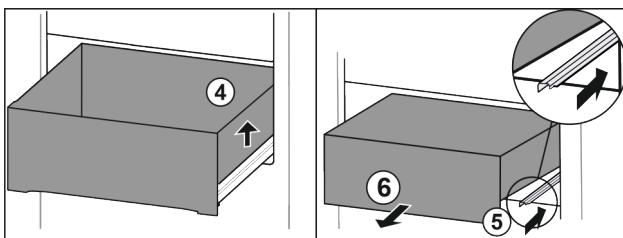

Fig. 72
- ▶ Повдигнете чекмеджето отляво. Fig. 72 (4)
- ▶ Вкарайте дясната релса. Fig. 72 (5)
- ▶ Извадете чекмеджето напред. Fig. 72 (6)